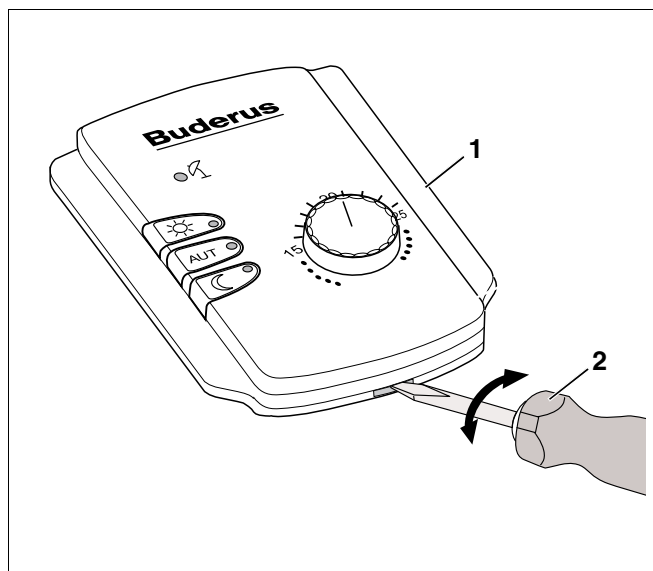

Fig. 2 Abrir o comando à distância
- Abra a tampa do comando à distância (Fig. 2, **Item 1**) com uma chave de fendas (Fig. 2, **Item 2**).